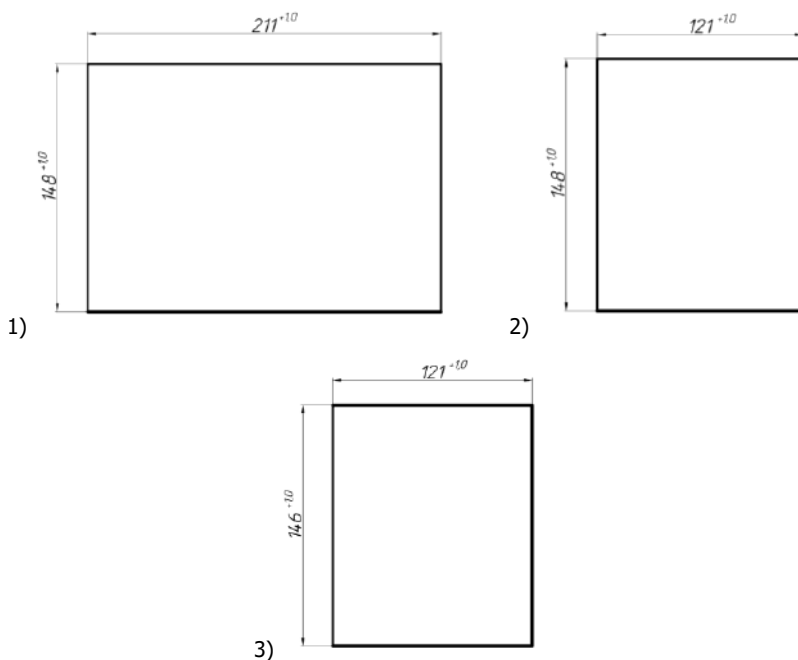

Рис. 7.1. Вырез на щите для установки Контроллера:
7.8. Вырез для установки Контроллера на щите представлен на рис. 7.1.